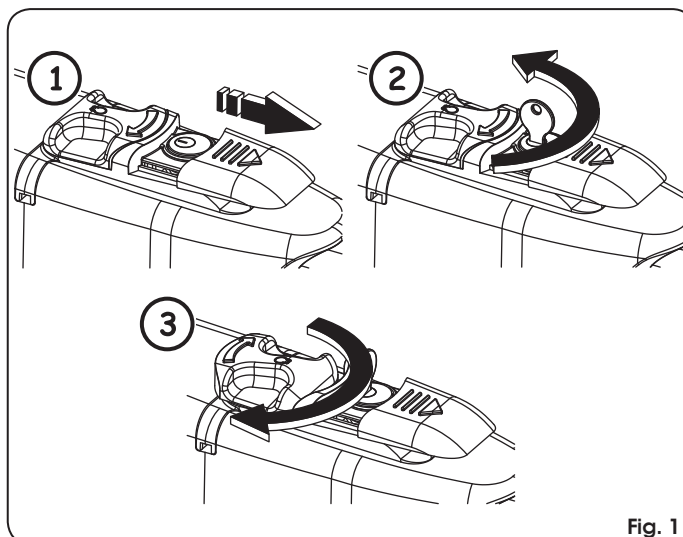

Fig. 1
2. Deslizar a cobertura de proteção, Fig. 1/1.
3. Inserir a chave e rodá-la em 90°, Fig. 1/2.
4. Para desbloquear o operador, rodar em 180° a alavanca de manobra na direção da seta presente no sistema de desbloqueio, Fig. 1/3.